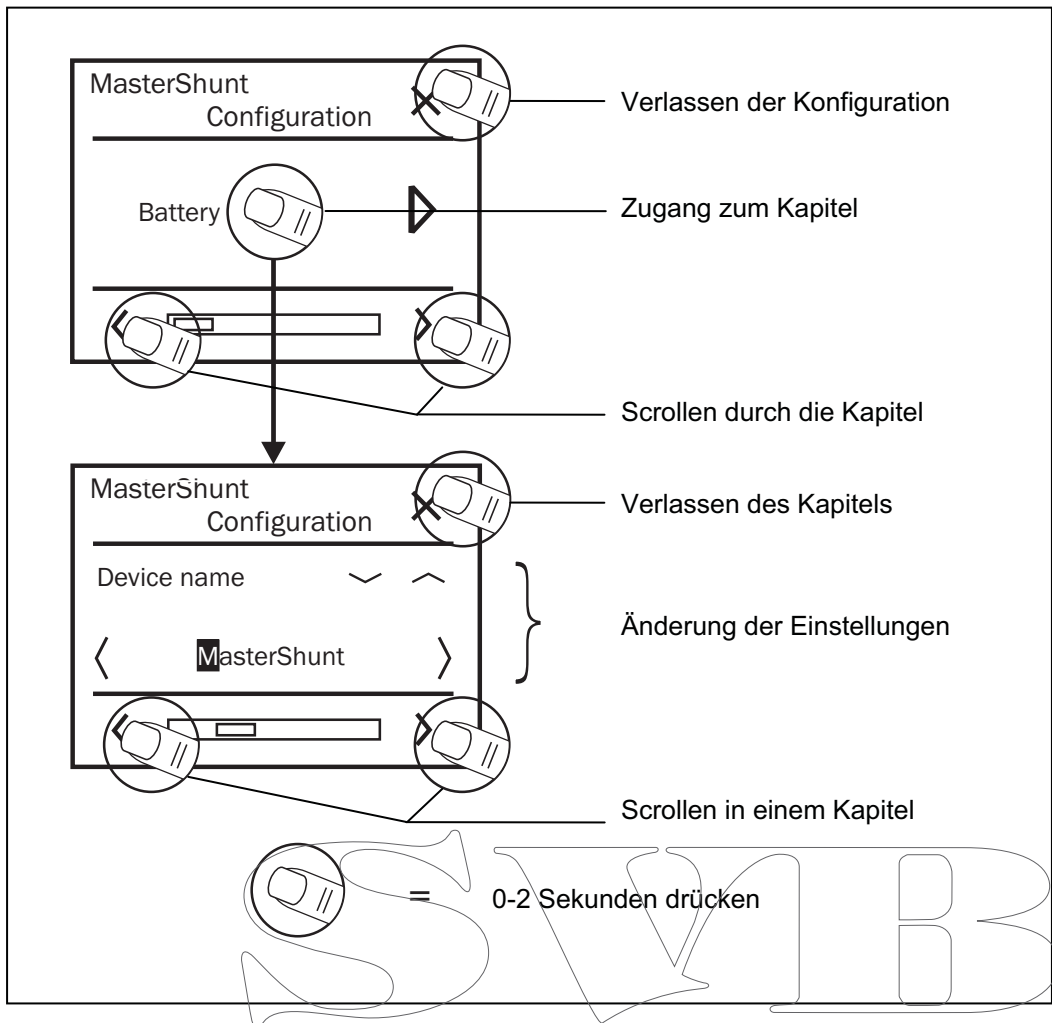

Abbildung 11: Betrieb des MasterView Easy, Beispiel Konfiguration
- Drücken Sie X, um ein Menü zu verlassen oder eine Einstellung zu löschen (siehe Abbildung 11). Sie kehren dann zum Hauptmenü zurück.